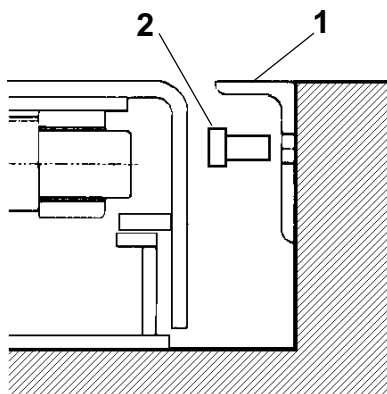

Fig. 17
N.B. Dopo avere fissato il ponte, forare con punta Ø9 per fissare gli angolari **1** (Fig.17) in corrispondenza delle rampe mediante gli appositi tasselli **2**.
N.B. After fastening the lift, drill with a bit of Ø9 to fasten the corner piece **1** (Fig.17) against the ramps, using the relative plugs **2**.
Parallelität kontrollieren. Falls erforderlich die Grundrahmen zweckmässig unterlegen. Die Grundrahmen als Schablonen verwenden und mit einem 15 mm Bohrer 150 mm tief bohren. Die Löcher säubern und die Dübel mit leichten Hammerschlägen einsetzen. Die Mutterschrauben mit einem auf 5 mkg geeichten Momentenschlüssel anziehen. Die beladene Hebebühne ca. 10 Mal heben und senken. **Hinweis:** Nach dem Verdübeln der Hebebühne mit einem Ø 9 Bohrer bohren und das Winkelstück **1** (Abb.17) mittels passender Dübel **2** befestigen.
les bases. En utilisant les bases comme gabarit, percer avec une pointe de diamètre 15 à une profondeur de 150 mm, Nettoyer les trous et introduire les chevilles avec de légers coups de marteau. Serrer les boulons avec une clé dynamométrique réglée à 5 Kgm. A ce point, charger le pont élévateur et lui faire effectuer une dizaine de courses de montée et de descente. **Remarque :** Après avoir ancré le pont, percer avec une pointe de diamètre 9 pour fixer la cornière **1** (Fig.17) en correspondance des rampes en utilisant les chevilles appropriées **2**.
NOTA: Una vez fijado el puente, agujerear con un taladro de diámetro 9 para sujetar los angulares **1** (Fig.17) en correspondencia de las rampas con los tacos apropiados **2**.